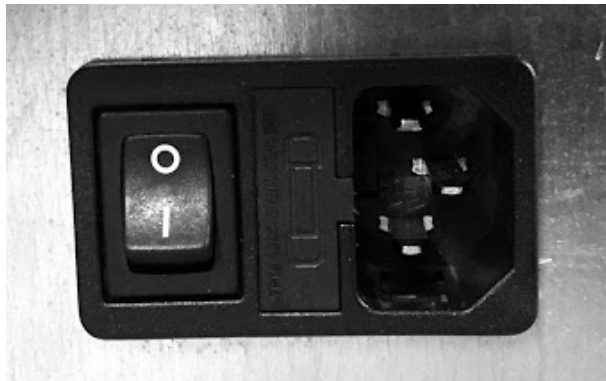

Fig. 32 - Elektrisch stopcontact met hoofdschakelaar
- Sluit de voedingskabel eerst op de achterkant van de kachel aan (zie **Fig. 32**) en daarna op een elektrisch wandstopcontact.
- De O/I-hoofdschakelaar (zie **Fig. 32**) mag alleen geactiveerd worden om de kachel in te schakelen. Het is raadzaam de hoofdschakelaar in alle andere gevallen uitgeschakeld te laten.